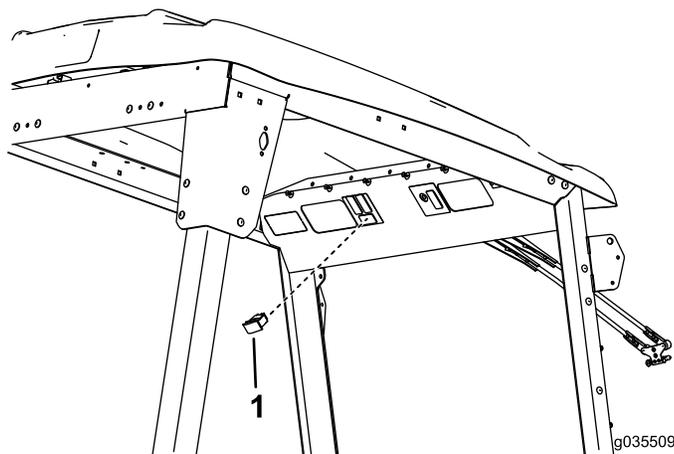

Figura 12
- 2. Localice el conector del arnés de cables existente y conecte el interruptor al conector (Figura 12).